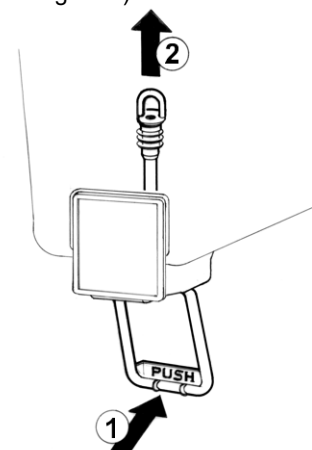

figure 2
- 5** **Robinet avec tube en caoutchouc:** pousser (1) le levier de débit robinet et défiler (2) le tuyau robinet de son siège sur le fond du réservoir (voir figure 2).